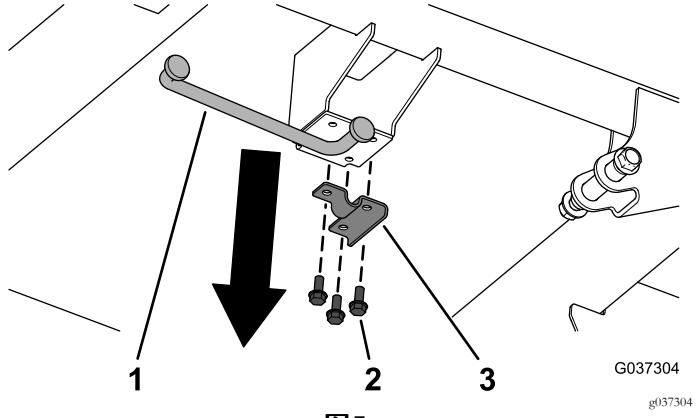

图5
1. 从钢制货斗底部卸下 3 个凸缘头螺丝  $5/16 \times 3/4$  英寸、支撑杆 U 形架和支撑杆 图5。